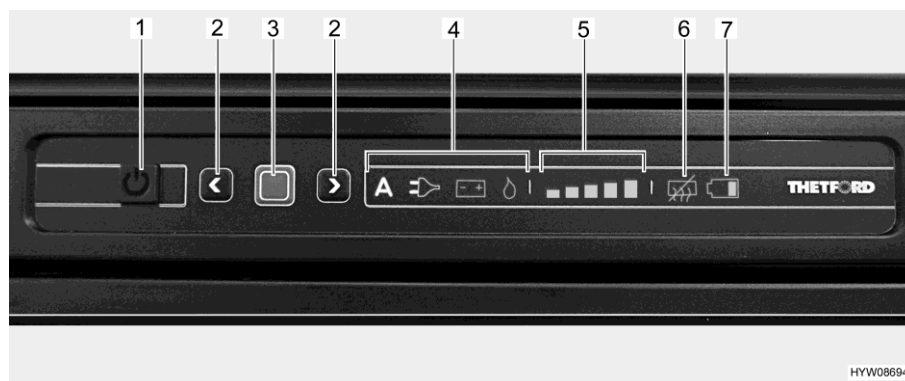

Fig. 197 Panneau de commande DEL (réfrigérateur Thetford)
- Appuyer sur la touche Marche/Arrêt (Fig. 197,1) pendant 1 seconde. La touche s'allume en vert. L'affichage devient plus sombre pour des raisons d'économie d'énergie au bout d'env. 10 secondes.
- Appuyer sur la touche de confirmation (Fig. 197,3). Le dernier mode de fonctionnement qui a été choisi est affiché.
- Appuyer sur la touche de confirmation (Fig. 197,3) pendant env. 2 secondes. Les symboles des modes de fonctionnement clignotent.
- Sélection manuelle d'énergie : Sélectionner la source d'énergie désirée avec les touches fléchées (Fig. 197,2).
- Sélection automatique d'énergie (uniquement sur le modèle à sélection automatique d'énergie) : Sélectionner le mode de fonctionnement "A" avec les touches fléchées (Fig. 197,2).
- Confirmer la sélection avec la touche de confirmation (Fig. 197,3).
- Appuyer de nouveau sur la touche de confirmation (Fig. 197,3). L'affichage du degré de réfrigération (Fig. 197,5) clignote.
- Pour changer le réglage, appuyer sur les touches fléchées (Fig. 197,2) jusqu'à ce que le réglage désiré soit affiché.
- Appuyer sur la touche Marche/Arrêt (Fig. 197,1) pendant env. 2 secondes. Toutes les lampes s'éteignent. Le réfrigérateur est coupé.
Lorsque le réfrigérateur est mis en marche, il choisit automatiquement le dernier réglage du thermostat qui a été choisi. Ce réglage peut cependant être corrigé manuellement à l'aide des touches fléchées (Fig. 197,2). Il faudra attendre quelques heures jusqu'à ce que le réfrigérateur ait atteint sa température normale de réfrigération. Le réglage du thermostat est conservé en cas de commutation sur un autre mode de fonctionnement.